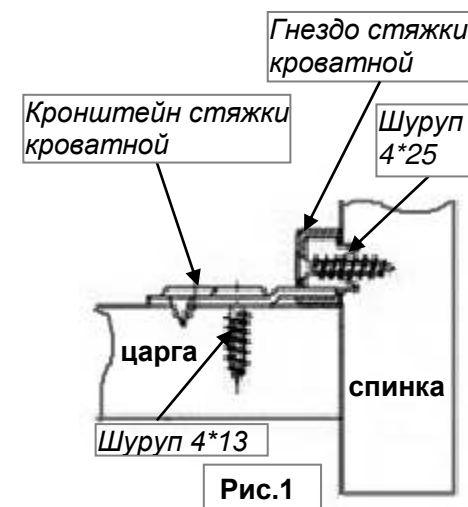

Рис.1
2. Шипы кронштейна стяжки кровати вставьте в отверстия на внутренней стороне царги (поз.4), как показано на рис 1 и закрепите их на шурупы 4\*13 (смотри рис. 1).